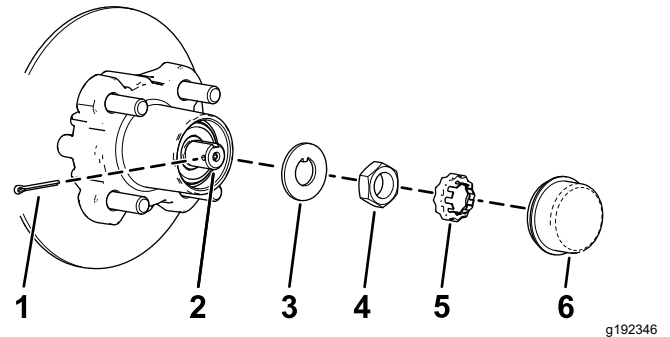
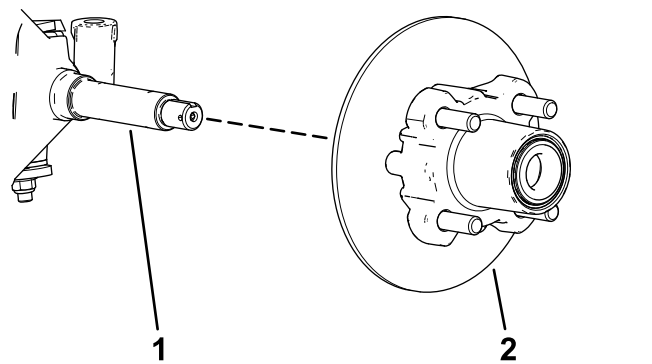

Figure 33
Figure 34
4. Retirez le couvre-moyeu du moyeu (Figure 33).
5. Retirez la goupille fendue et le frein d'écrou de la fusée et de son écrou (Figure 33).
6. Enlevez l'écrou de la fusée, et séparez l'ensemble moyeu et rotor de la fusée (Figure 33 et Figure 34).